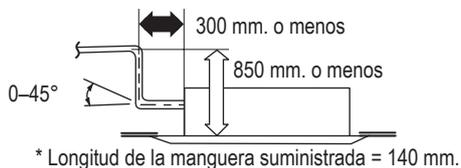

Fig. 2-8
- En los casos en que es necesario elevar la altura del tubo de drenaje, éste puede ser elevado hasta un máximo de 850 mm desde la superficie inferior del techo. En ningún caso se intentará elevarlo más de 850 mm por encima de la superficie inferior del techo. Hacerlo producirá filtraciones de agua Fig. 2-8